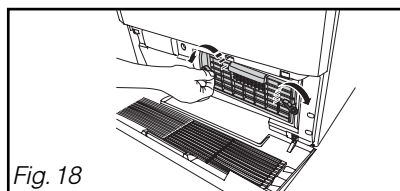

Fig. 18
- Déverrouillez le condenseur (Fig.18).